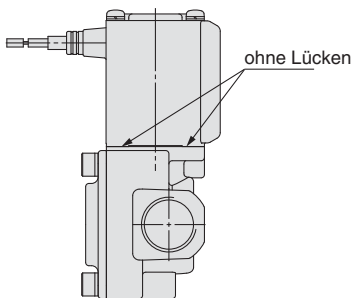

Abb. 1
- 2) Die Spule gegen das Gehäuse drücken und die Schrauben diagonal um mind. 2 Umdrehungen fest ziehen (Abb. 2), so dass keine Lücken zwischen der Spule und dem Gehäuse vorhanden sind (Abb. 1).
- * Nach dem Festziehen der Schrauben sicherstellen, dass keine Lücken zwischen der Spule und dem Gehäuse vorhanden sind (Abb. 1).